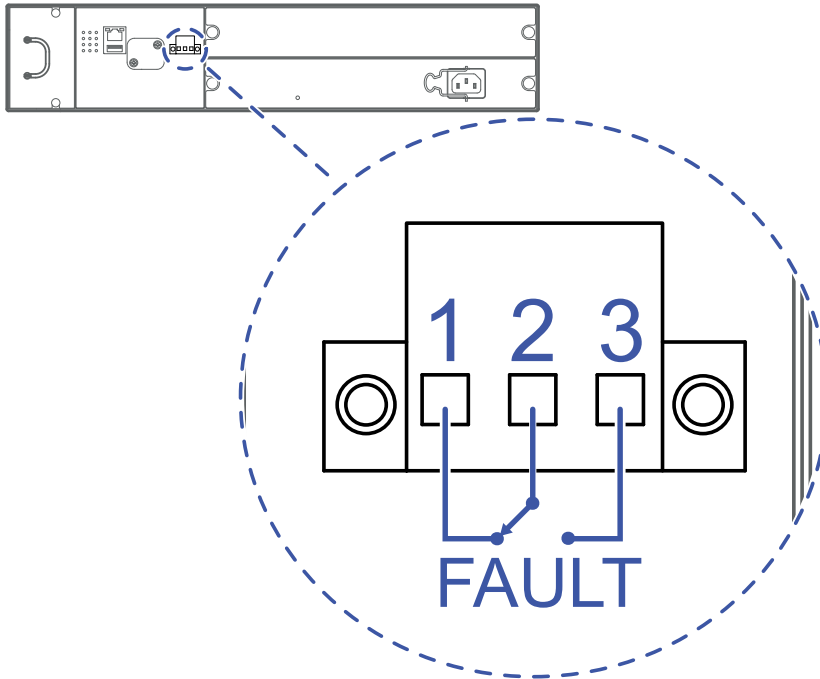

Abb. 8: Signalkontakt: 3-poliger Klemmblock mit Schraubverriegelung; Position am Gerät (Geräterückseite)
Der Signalkontakt ist ein potentialfreier Umschaltkontakt. Liegt am Gerät keine Versorgungsspannung an, ist der Wechselkontakt (2) mit dem Öffnerkontakt (1) verbunden (siehe Abbildung 8).